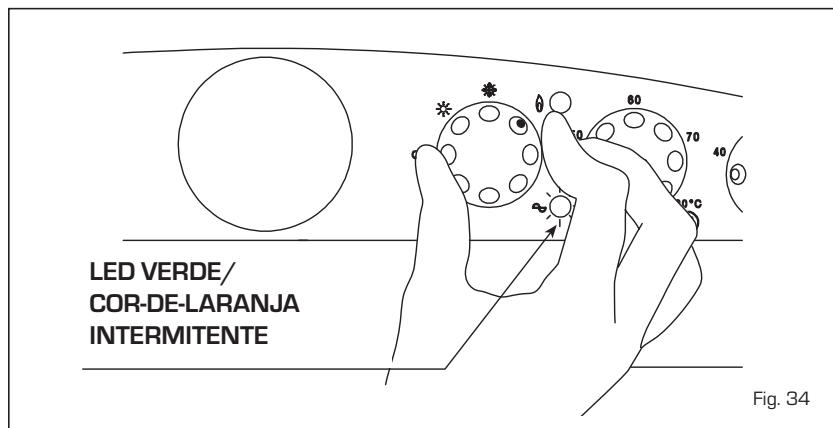

Fig. 34
4.7.1 Função limpa-chaminés (fig. 34)